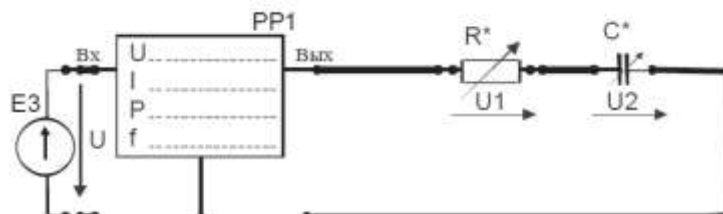

Рисунок 10 – Цепь переменного тока с последовательным соединением резистора и конденсатора
2. Собрать электрическую цепь с последовательным соединением резистора R^* и конденсатора C^* (рис. 10), используя элементы цепи в соответствии с заданным вариантом (табл. 10). В качестве резистора R^* использовать перестраиваемый резистор R10 в соответствующей позиции переключателя (табл. 17). У цифровых амперметров установить режим измерения переменного тока. Предъявить схему для проверки преподавателю.